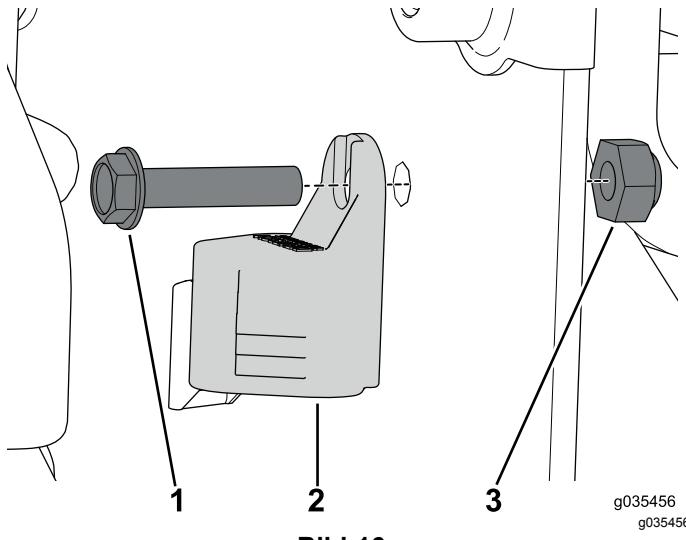

Bild 16
- Befestigen Sie die Schraubenkappe mit der Schraube (Nr. 10 x $\frac{7}{8}$ ") und Sicherungsmutter am Steuergerätkasten (Bild 16).